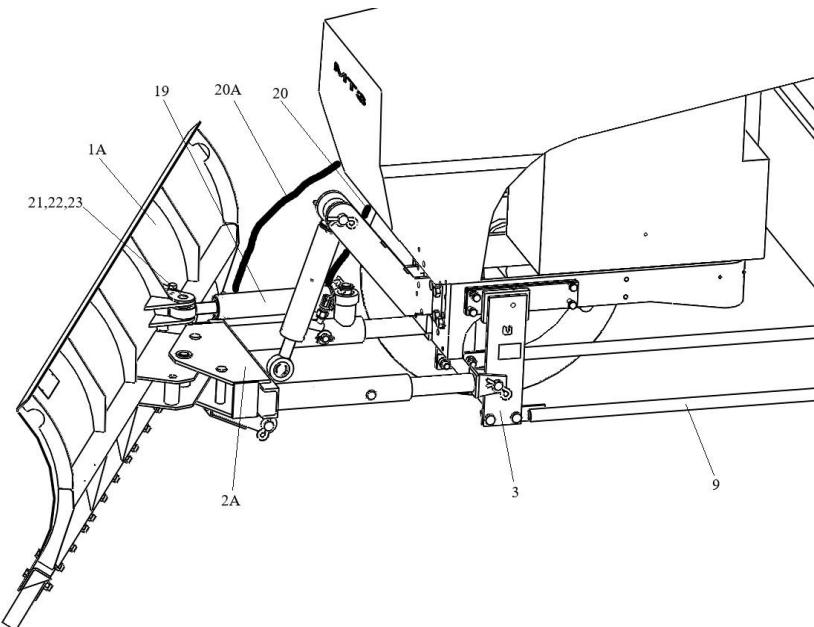

Рис.4 КО320-2,0.ГП с гидроповоротом
2.4.3 Поворот плужного отвала КО320.ГП осуществляется с помощью гидроцилиндра поворота рис. 4 (19)
2.8.10 Для отвала с гидроповоротом (рис.4) полости гидроцилиндра поворота соединить с гидросистемой трактора (выводы БРС трактора) при помощи двух РВД L=3,4м (20) и РВД L=3,7м (20A).